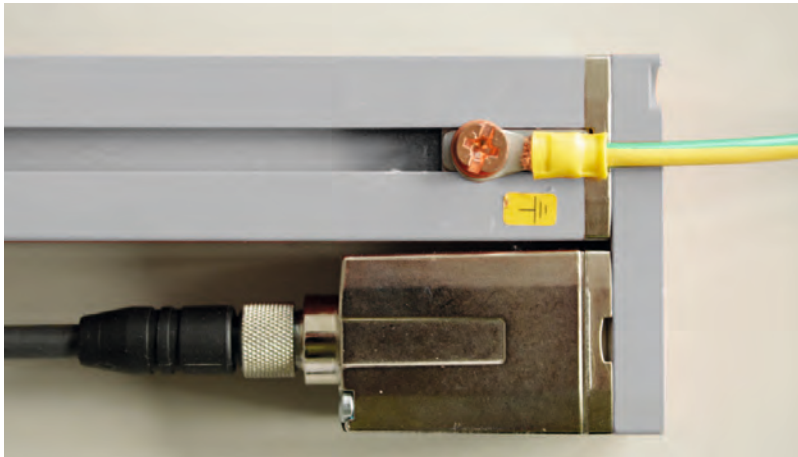

Bild 7.1: Auflegen des Erdpotentials am Lichtvorhang
- ↪ Verbinden Sie Sender- **und** Empfängergehäuse des Lichtvorhangs mit dem Schutzleiter am FE-Maschinensternpunkt über die PE-Schraube am Erdungsnutenstein (siehe Bild 7.1).